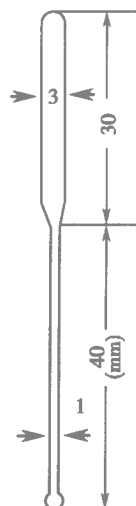

图 2-2 搅拌棒
2. 搅拌棒 为搅拌反应溶液及蘸取试液用，它的长度应比离心试管稍长一些，如图 2-2 所示。